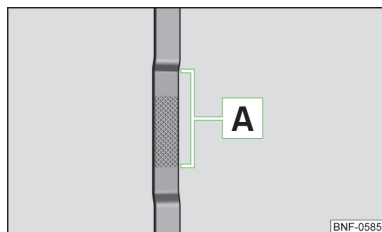

Fig. 100
Joja de ulei » fig. 100
- Nivelul de ulei nu are voie să fie n niciun caz sub sau deasupra domeniului **A** » fig. 100 - există pericol de deteriorare motorului, precum și a instalației de evacuare a gazelor arse!